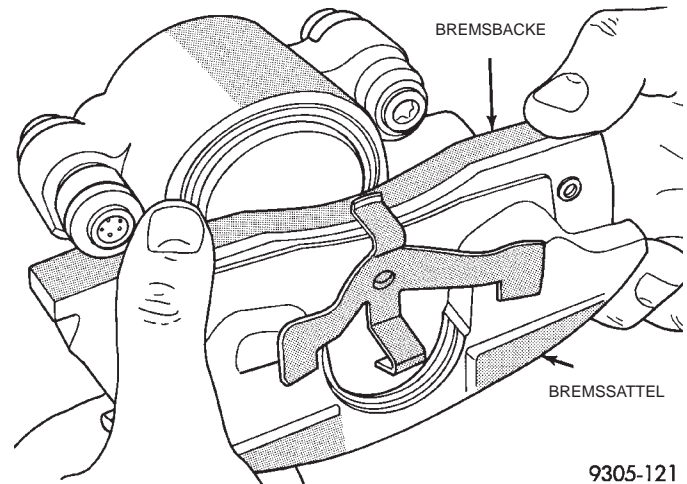

Abb. 11 Einbau der äußeren Bremsbacke
(5) Die neue äußere Bremsbacke auf den Bremssattel aufschieben (Abb. 11).